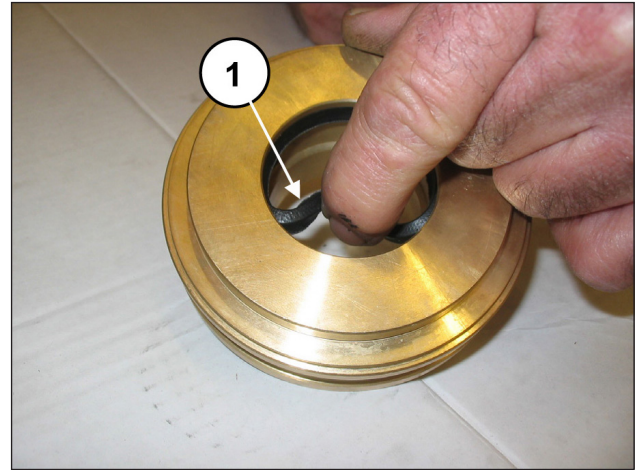

Fig. 124
Insérer le joint de basse pression dans le support du joint (rep. ①, Fig. 124) en contrôlant le sens de montage qui prévoit que la lèvre d'étanchéité soit tournée en avant (vers la tête).